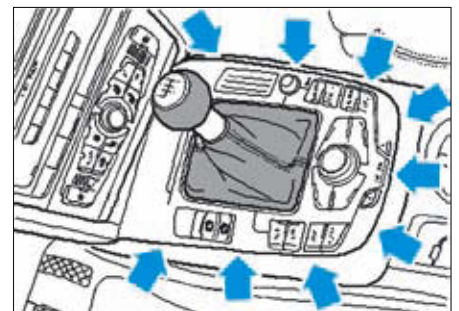

FIG. 1
- Déposer le cache au dessus de la commande des vitesses (Fig.1).